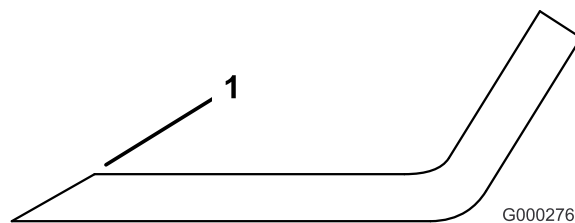

Figure 47
1. Au moyen d'une lime, aiguisiez les tranchants aux deux extrémités de la lame (Figure 47). Veillez à conserver l'angle de coupe d'origine. Limez la même quantité de métal sur chacun des deux tranchants pour ne pas déséquilibrer la lame.